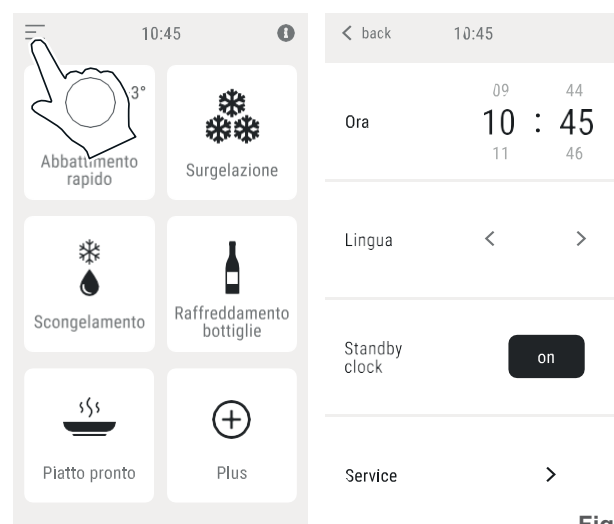

Fig. 5.
► Fig. 5. Inoltre impostare l'ora corretta, la lingua, e lo stand-by, cioè cosa deve essere visualizzato a display se l'apparecchiatura non viene usata per un certo tempo: ON ► se l'apparecchiatura va in stand-by a display viene visualizzato l'orologio; OFF ► se l'apparecchiatura va in stand-by il display è completamente nero.